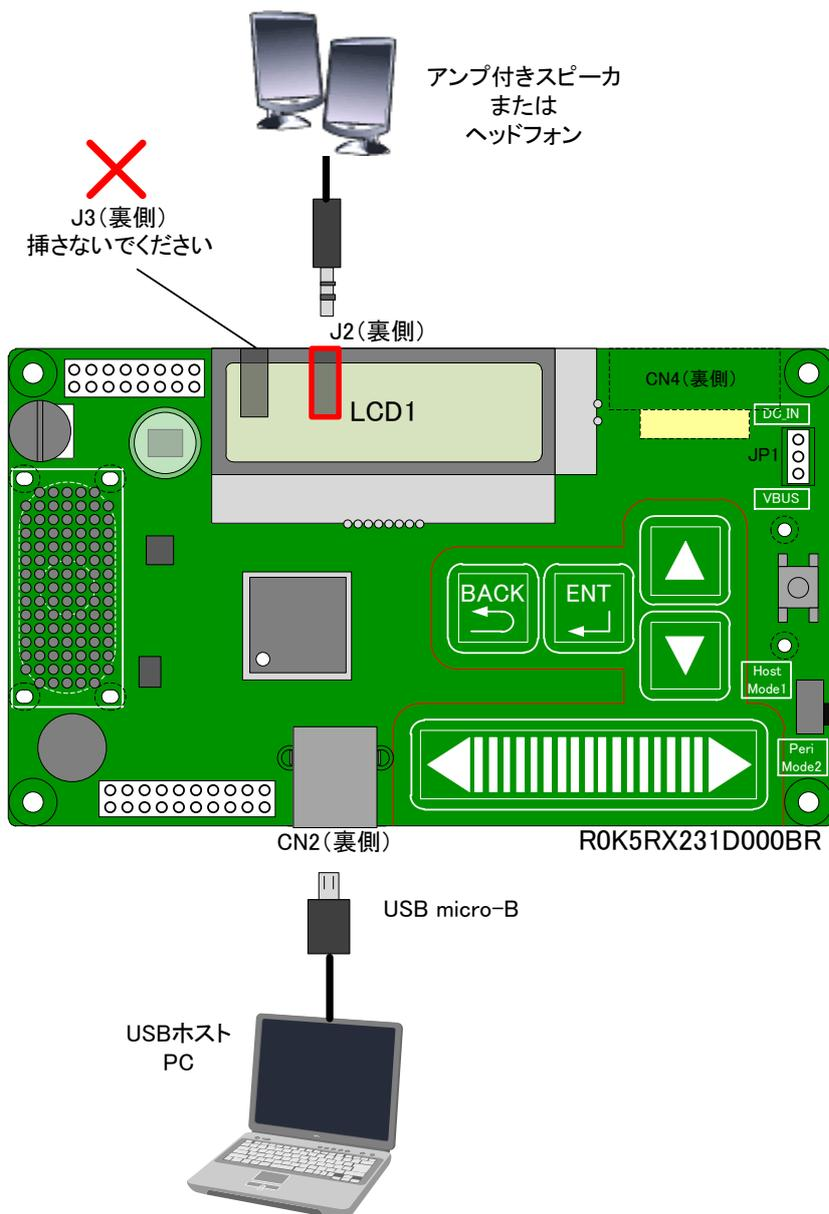
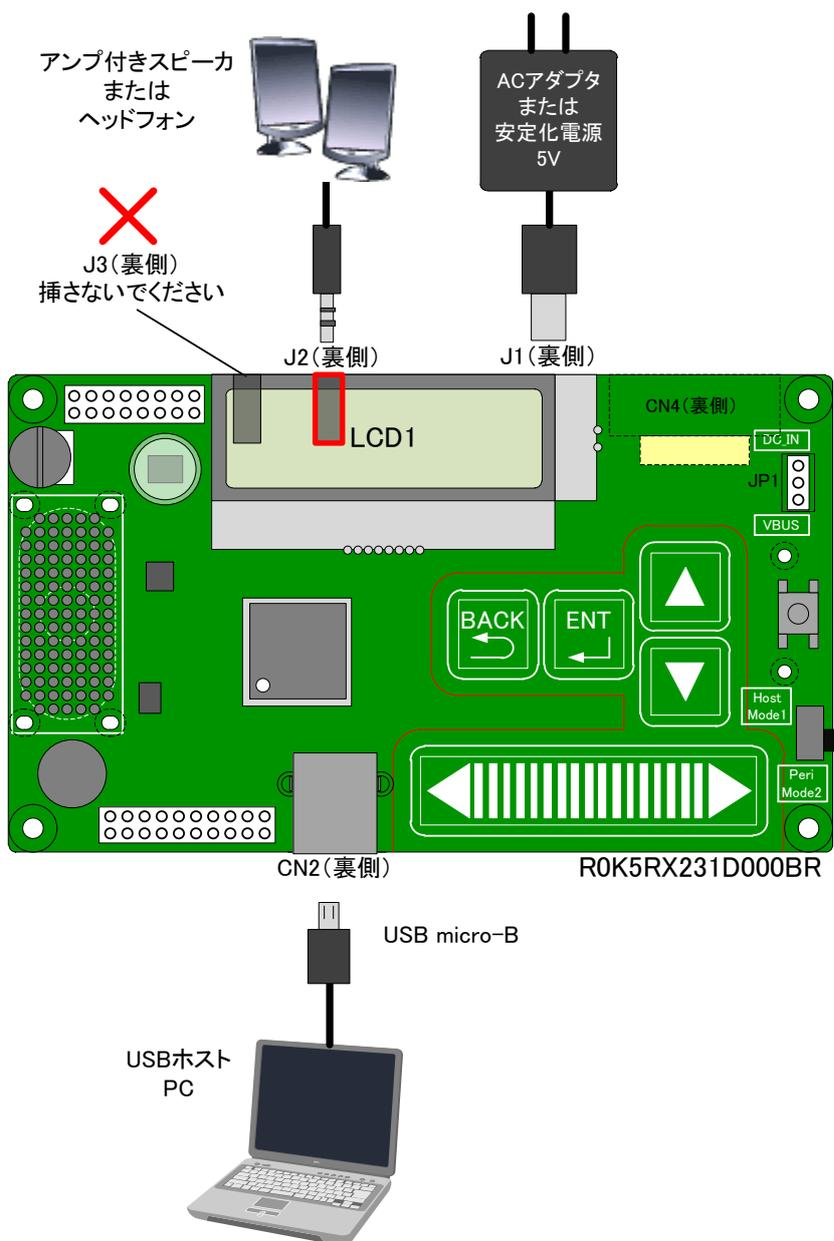

Figure 2-2 RX231HMI Kit と USB ホスト、アンプ付きスピーカまたはヘッドフォンの接続
Figure 2-3 RX231HMI Kit と USB ホスト、アンプ付きスピーカまたはヘッドフォンの接続
3. Figure 2-2、Figure 2-3 に示すように、アンプ付きスピーカまたはヘッドフォンを J2 ジャックに接続し、USB ホストと USB micro-B 端子で接続してください。J3 にスピーカまたはヘッドフォンを接続しないでください。